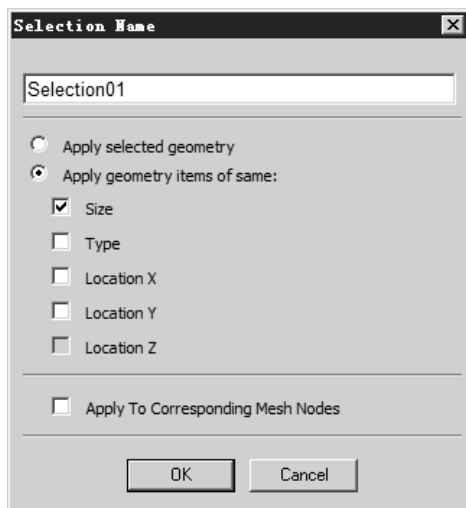

图 9.5.12 “Selection Name”对话框
(2) 在弹出的快捷菜单中选择 **Create Named Selection** 命令，弹出图 9.5.12 所示的“Selection Name”对话框。